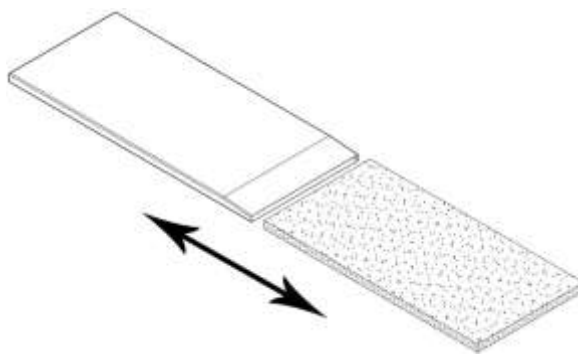

Figura 194 – Capa do colchão
3. Retire a espuma do colchão de sua capa plástica, conforme figura 194.